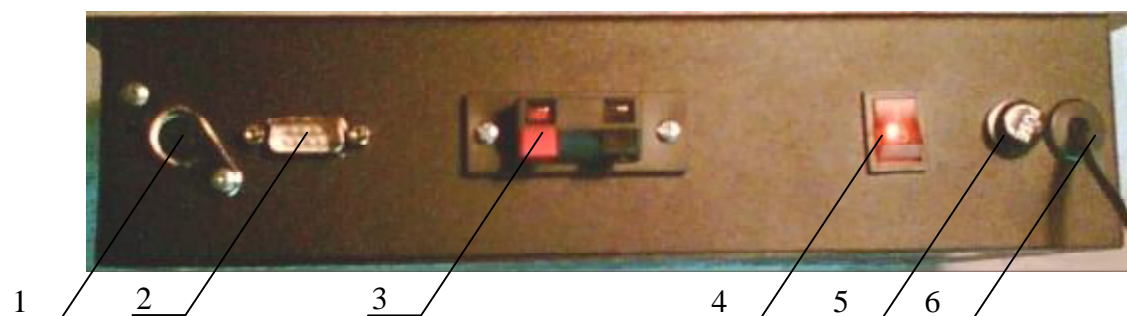
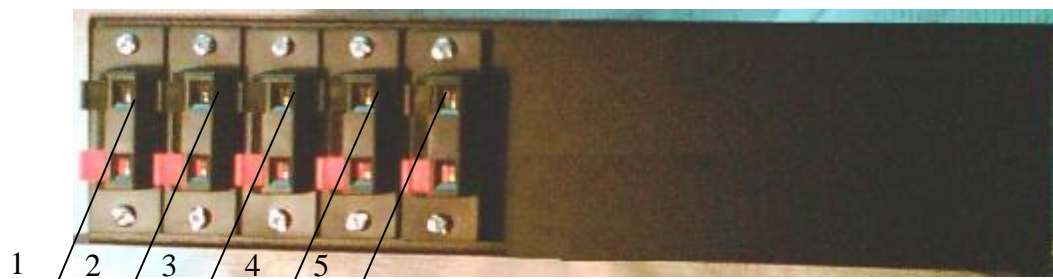

Рисунок 1.2 – Задняя панель УПЧС
Рисунок 1.3 – Передняя панель УПЧС
На задней панели УПЧС (рис. 1.2) расположены:
На передней панели УПЧС (рис. 1.3) расположены:
2.2.5 Подключить все вторичные часы согласно рис. 1.3; температурный датчик и (при необходимости) резервное питание (рис. 1.2)